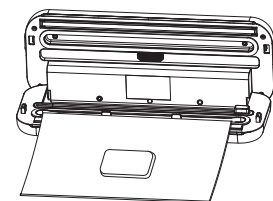

图1
2. 将真空袋袋口放在下盖封气棉圈内（一般超出真空室内壁3-5mm即可），如图1；